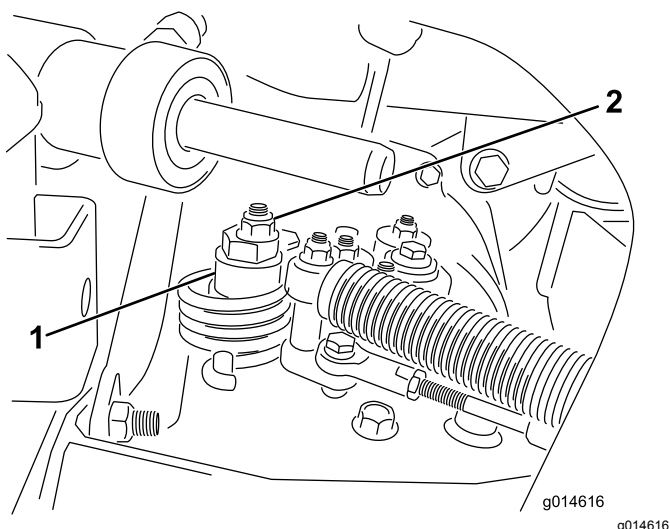

図 32
A. 偏芯ナットをハイドロスタット上部に止めているナットをゆるめる 図 32。
- C. どちらにも車輪が回らないように偏芯ナットを回して調整する。調整ができれば固定ナットを締める 図 32。スロットル SLOW および FAST 位置で調整が正しいことを確認する。